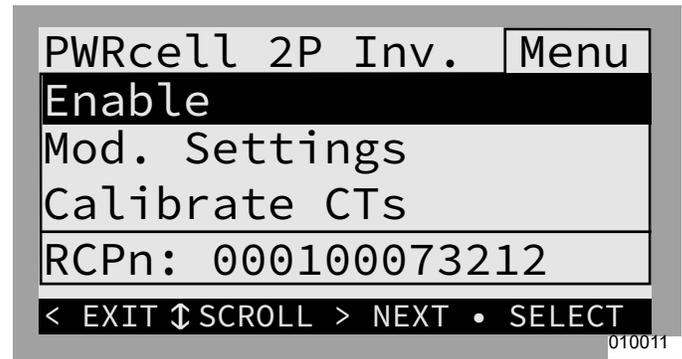

Figure 7-8. Activer l'inverseur (2 de 3)
8. Voir Figure 7-8. Appuyer sur la touche centrale pour accéder au menu principal de l'inverseur.